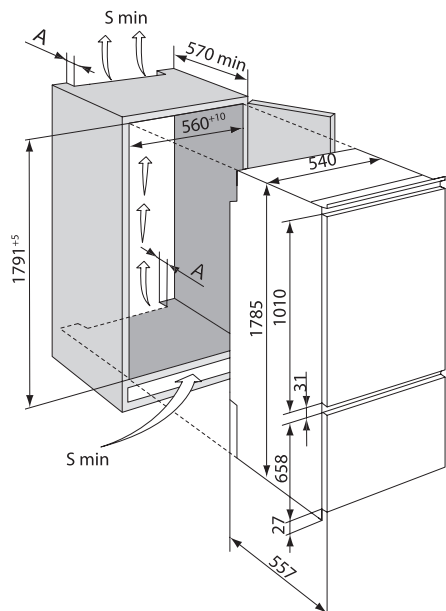

Figura 3 – Schema de instalare a frigiderului în mobilier
2.1 Opțiunea de mobilier recomandată pentru încorporarea unui frigider este prezentată în figura 3 (dimensiunile sunt date în milimetri).
ATENȚIE! Suprafața minimă (S_{min}) a canalelor de aer și ieșirilor grilajului decorativ trebuie să fie de cel puțin 200 cm², iar adâncimea ieșirii A trebuie să fie de cel puțin 50 mm în conformitate cu figura 3.